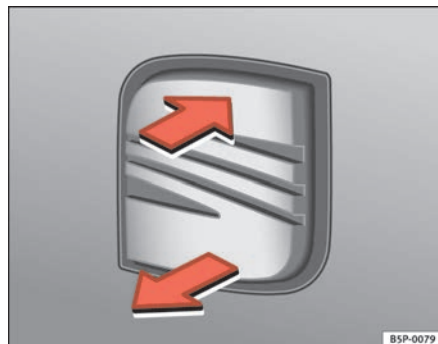

Fig. 44 Portón trasero: apertura desde fuera
- Tire de la maneta y levante el portón ⇒ fig. 44. El portón se abre automáticamente.